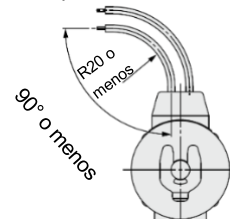

Figura 4. Curvatura del cable
- No doble los cables más de 90° con un radio de menos de 20 mm; en caso contrario, pueden producirse daños Véase la Figura 4.